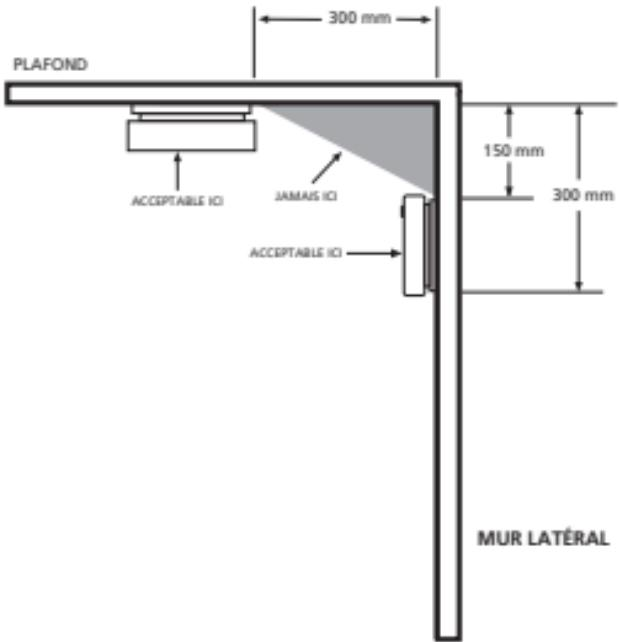

Figure 6-A
- Installer des détecteurs de fumée sur des plafonds mansardés, en pointe ou de style cathédrale à moins de 600 mm (verticalement) du point le plus élevé.**(Figure 6-C)**
- Pour les faux plafonds, installer des détecteurs de fumée sur le plafond réel (caché par le faux plafond) ou à moins de 300 mm du plafond. **(Figure 6-D)**